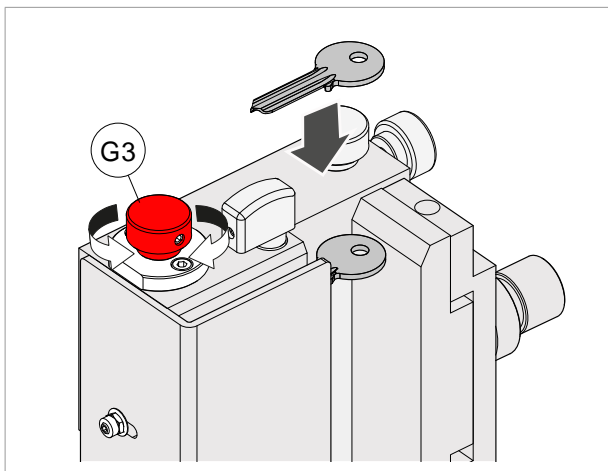

Fig. 109
- 1) Plaats de sleutel van bovenaan zoals geïllustreerd in Fig. 109.
- 11) Stel de maximumbreedte van het sleutelblad af met de draaiknop (G3) (Fig. 109).